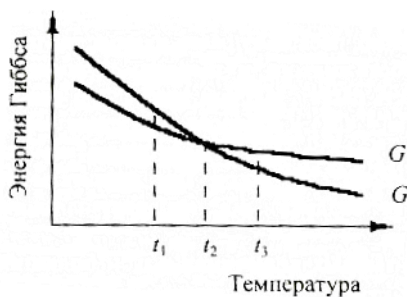

рис. 11
2.1 При какой (каких) температуре(ах) возможен процесс кристаллизации (рис. 11)?